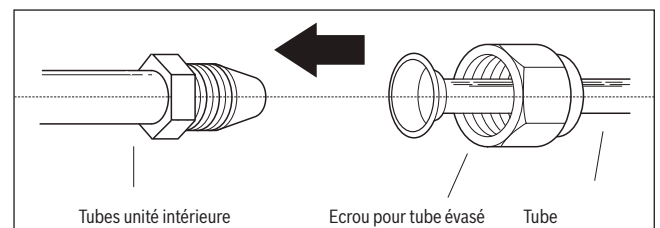

Fig. 34.
- Aligner le centre des deux tubes à connecter. Voir **fig. 34**.